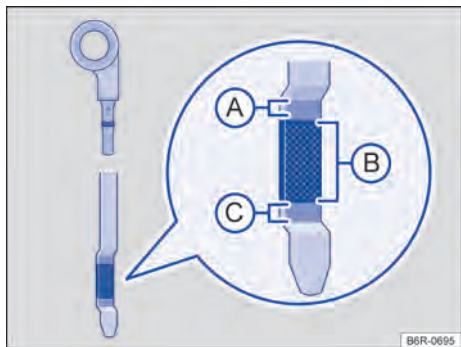

Fig. 165 Varetas de medição do óleo com marcas de nível do óleo do motor.
Em caso de alta demanda do motor, o nível do óleo do motor deve estar o mais próximo possível da área → Fig. 165 Ⓐ – sem ultrapassar, como, ➤
Legenda para → Fig. 165:
5. Retirar a vareta de medição do óleo do tubo-guia e limpar com um pano limpo → ①.
7. Retirar novamente a vareta de medição do óleo e ler o nível do óleo do motor na vareta de medição → Fig. 165 da seguinte maneira:
- (A) **Não** completar o óleo → ①. Continuar com a etapa 16.
- (B) Nível do óleo correto. O óleo pode ser completado (aproximadamente 0,5 l). Continuar com a etapa 8 ou 16.
- (C) Completar **obrigatoriamente** com óleo recomendado mantendo o nível dentro da região (B). Continuar com a etapa 8.
12. Verificar novamente o nível do óleo do motor na vareta de medição do óleo antes de reabastecer mais uma pequena quantidade de óleo do motor. Nunca reabastecer com óleo do motor em excesso → ①.
13. No final do processo de abastecimento do óleo, o nível do óleo do motor deve estar, ao menos, no meio da área → Fig. 165 ②, mas jamais acima da área ③ → ①.
14. Se, por descuido, tiver sido reabastecido excesso de óleo do motor e se, depois disso, o nível do óleo se encontrar acima da faixa → Fig. 165 ③, **não dar partida no motor**. Procurar uma Concessionária Volkswagen ou uma empresa especializada.
- Não ligar o motor se o nível do óleo do motor estiver acima da área → Fig. 165 ③. Procurar uma Concessionária Volkswagen ou uma empresa especializada. Caso contrário, o catalisador e o motor podem ser danificados!
O nível do óleo do motor não deve em nenhuma hipótese ultrapassar a área → Fig. 165 ③. Com o nível acima dessa área, o óleo pode ser aspirado pela ventilação do cárter, sendo lançado na atmosfera pelo sistema de escape. Além disso, o óleo pode ser queimado dentro do catalisador, danificando-o.